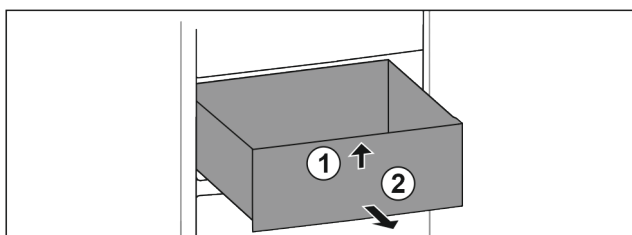

Fig. 59
- ▶ Приподнимите выдвижной ящик спереди. Fig. 59 (1)
- ▶ Извлеките выдвижной ящик движением вперед. Fig. 59 (2)